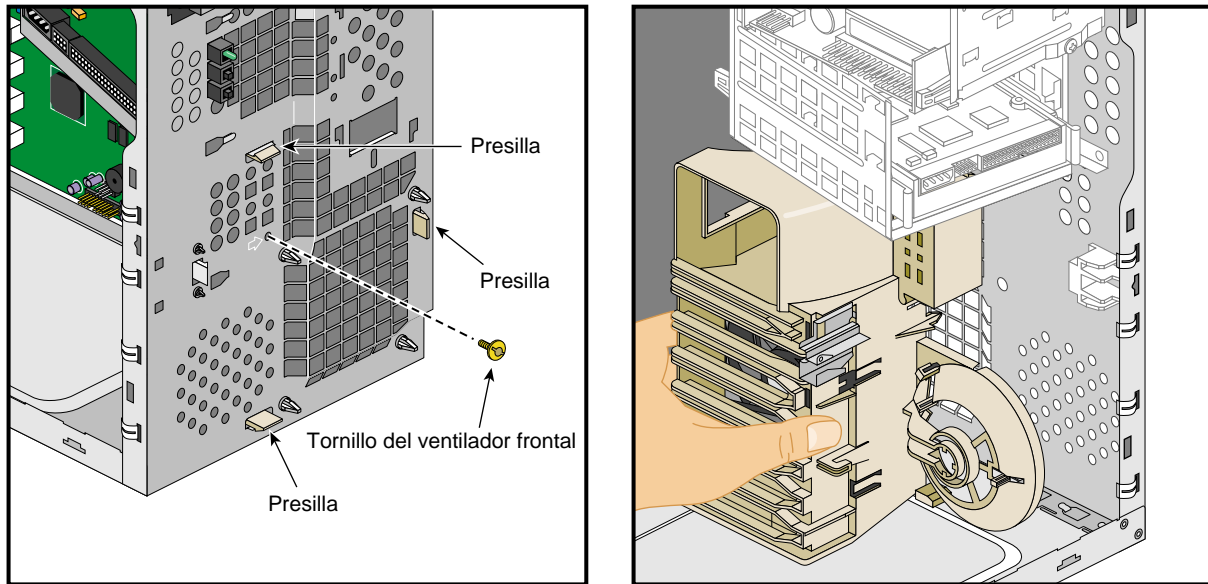

Figura 2-14 Extracción del tornillo del ventilador frontal y desenganche de las presillas
3. Extraiga el tornillo del ventilador colocado en el panel frontal. En la Figura 2-14 se muestra su posición.
4. Suelte las tres presillas de sujeción que se muestran también en la Figura 2-14. Para ello, presiónelas de una en una mientras sujeta el marco de plástico del ventilador desde el interior del chasis.